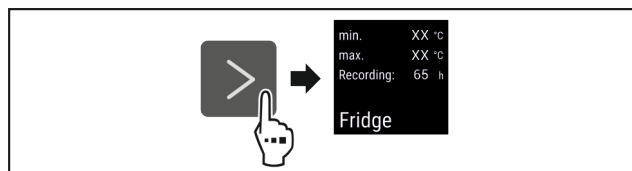

Fig. 128
- ▶ Eseguire i passi (vedere Fig. 128).